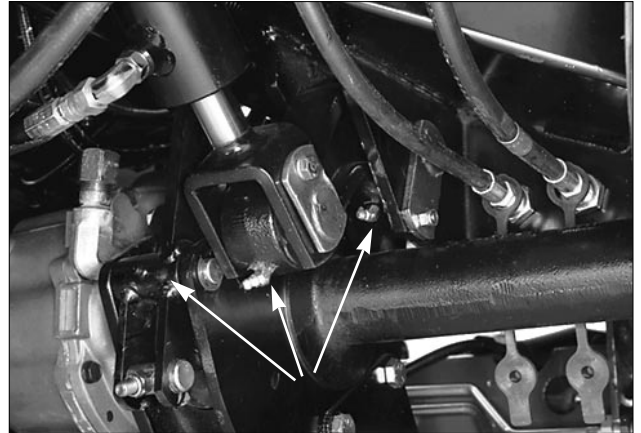
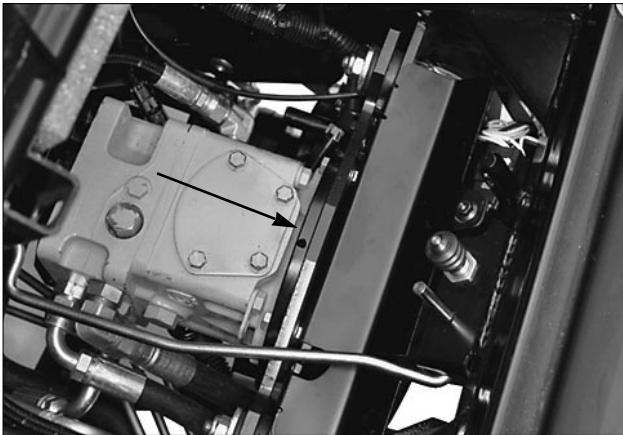
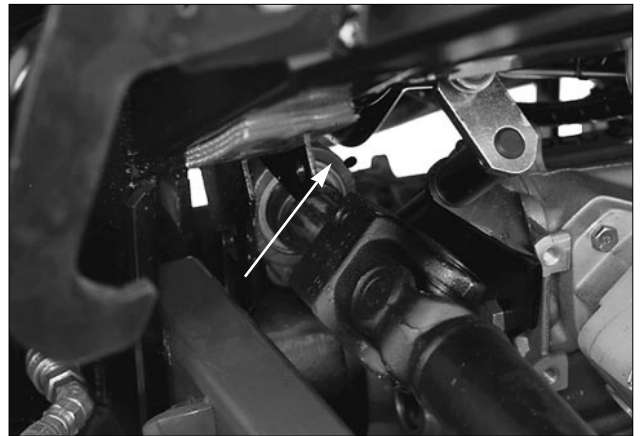

Bild 21
Bild 24
Bild 27
1. Die abzusmierenden Schmiernippel sind: Hubarmgelenk (2), Hubzylinder (2), Bremsarmgelenke (2) (Bild 21); Bremsgelenk (1), Bremsgelenke (2) (Bild 22); Fahrpedalgelenk (1) (Bild 23); Antriebswelle—Motor-Pumpe (2) (Bild 24 & 25); Traktionseinstellung (1) (Bild 26); ZWA-Lager (Bild 27).